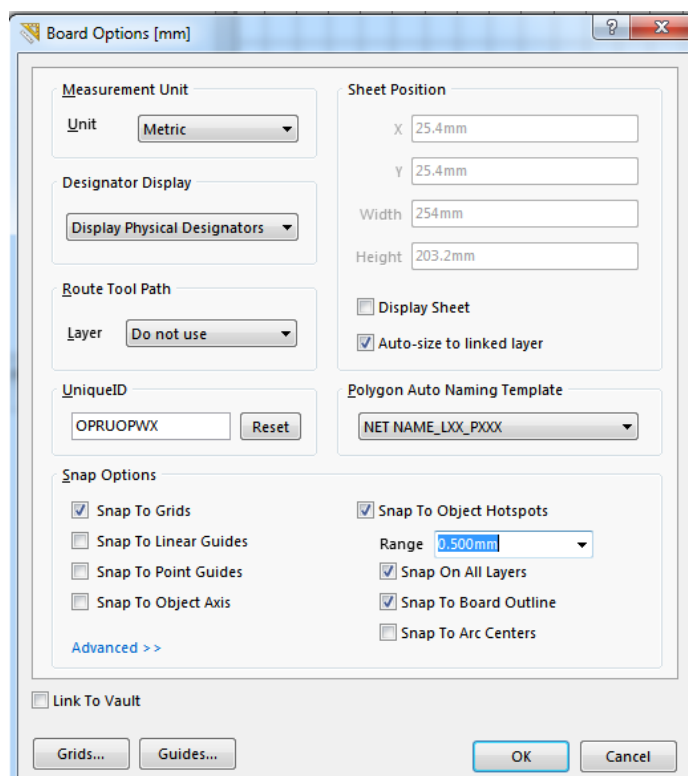

Рис. 3.11
- 3) Відкрийте налаштування бібліотеки **Tools-Library Options**. Виконайте налаштування так як зображено на рис. 3.11. Натисніть **ОК**.